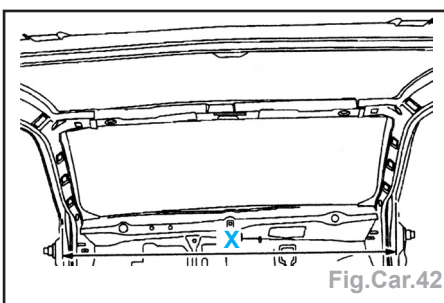

Fig.Car.42
- Contrôler le jeu **X = 1478 ± 1 mm** (Fig. Car.42).